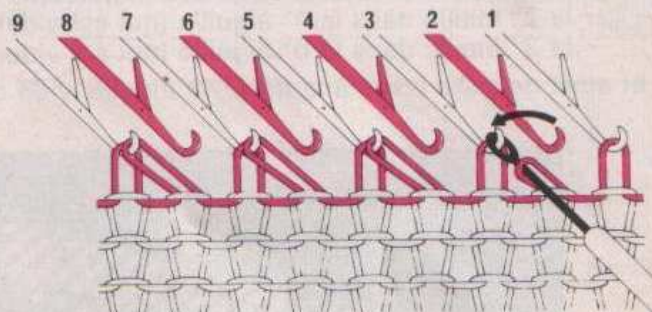

Fig. 66
Reporter avec le poinçon la maille de l'aiguille (2) sur l'aiguille (3), la maille de l'aiguille (4) sur l'aiguille (5) et ainsi de suite tout au long du rang (fig. 66).